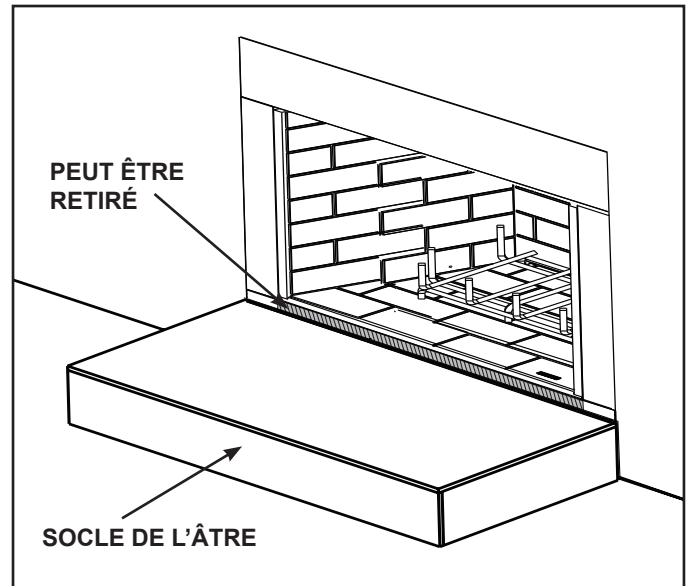

Figure 3.5 Boîte à feu à combustible solide
- Il est possible d'enlever un bord métallique qui dépasse le coussinet du socle de l'âtre de la boîte à feu à combustible solide. Voir la figure 3.5.